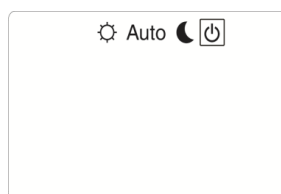

Fig. 16
- 1) accionar el pulsador de navegación (▶), hasta que aparezca contorneado el símbolo  de funcionamiento en pausa, como en Fig. 16;